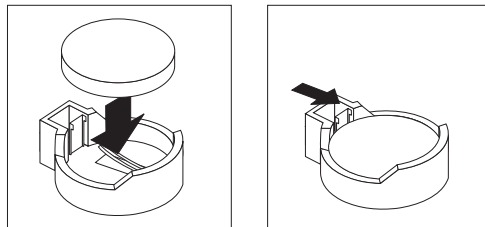

図 47. 新しいバッテリーの挿入
- b. 図 47 に示されるように、バッテリー・クリックの音がするまで、バッテリーをソケットに押し下げます。